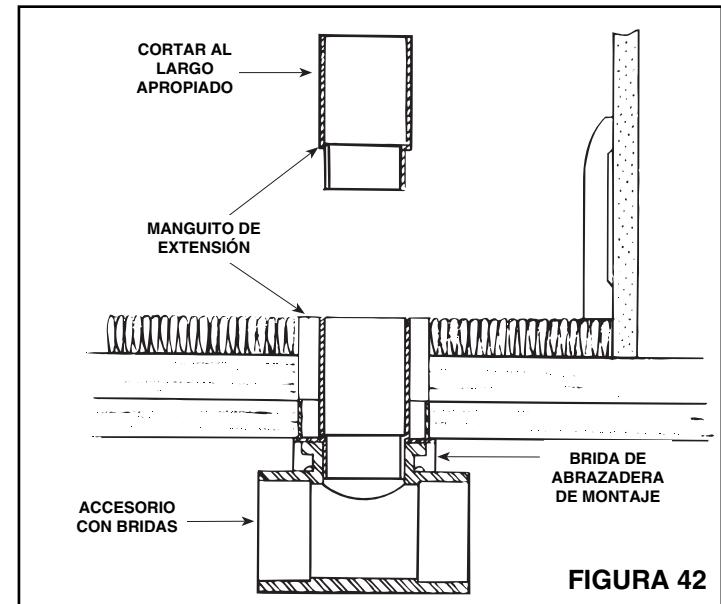

FIGURA 42
4. Véase la Figura 42. El extremo grande del manguito de extensión del modelo 399 debe ser cortado a un largo que permita que el enchufe se siente correctamente contra el piso o la alfombra.